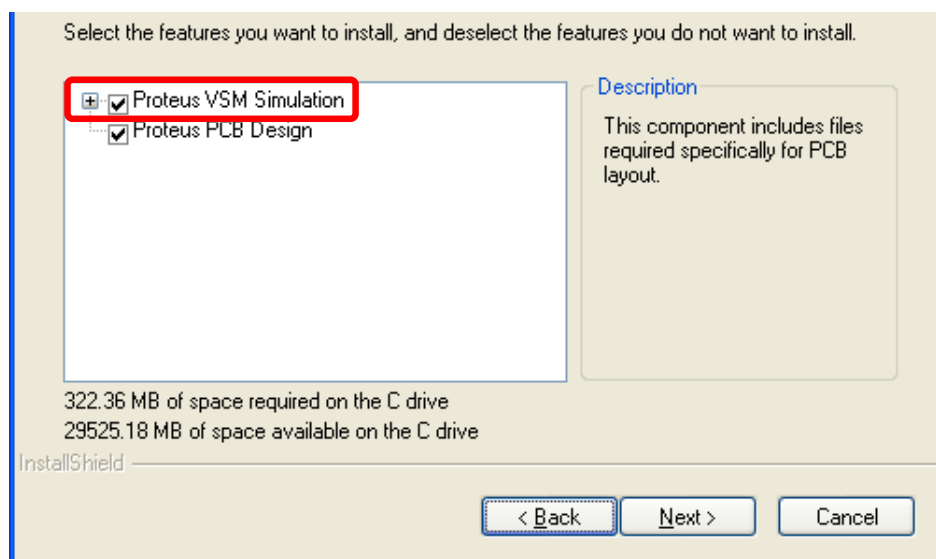

Figura 3.
- 2.2. Ejecutar el asistente de instalación. Es importante durante la instalación seleccionar las opciones de “Simulación VSM” que instala el soporte para la simulación de micro-controladores (figura 3).